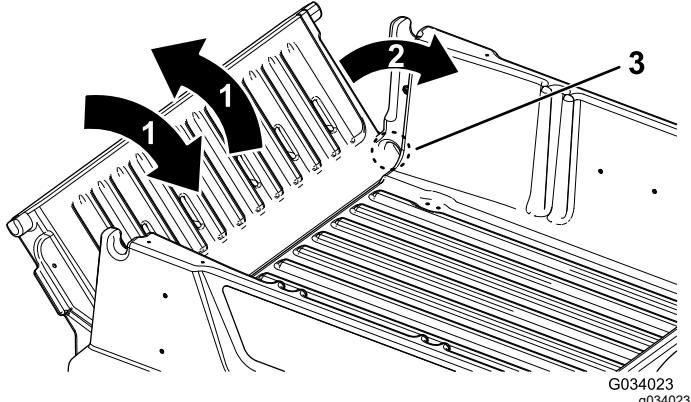

Figure 24
- Inclinez le hayon à environ 45° (Figure 24).
- Agitez légèrement le hayon pour le faire pivoter d'avant en arrière plusieurs fois (Figure 24).